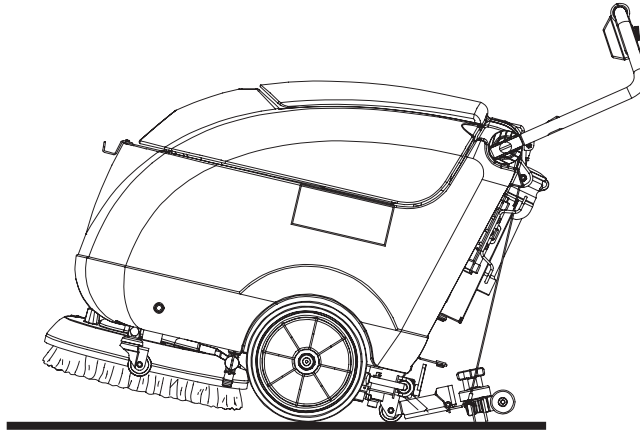

Abbildung 4
2. Die Sauglippe mit dem Hebel (19) heben.
3. Die Lenkstange (2) mit den Händen halten und sie, bis das Hinterrad (7) in Berührung mit dem Boden (Abb. 4) kommt, leicht senken. Beim Halten der Maschine in dieser Bedingung, sie in den Bereich zum Transport/Parken schieben.
4. Am Ende der Arbeit, damit Bürste/Pad auf den Boden nicht schleppen und nasse Spuren nicht hinterlassen werden, wird es empfohlen Bürste/Pad aus dem Kopf durch Auslösevorrichtung (für den Vorgang, siehe Abschnitt „Nach der Maschinenbenutzung“) auszubauen und an den Haken (43) aufzuhängen.